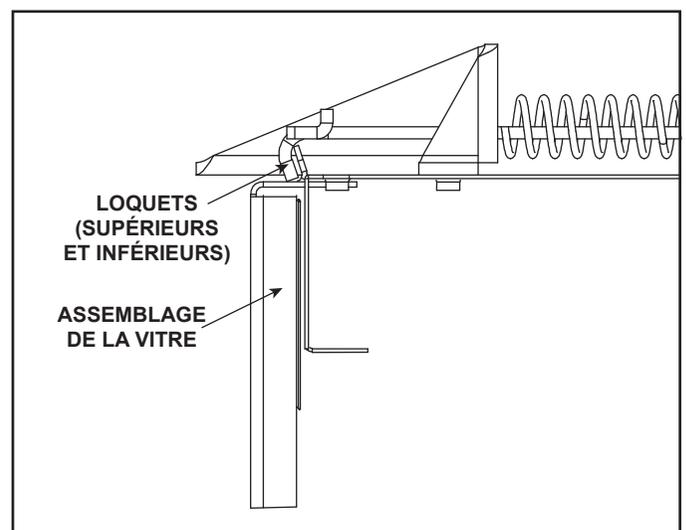

Figure 11.7 Panneau de verre fixe
- Sortez les quatre loquets de l'assemblage de la vitre fixe de son cadre. Enlevez l'assemblage de la vitre fixe de l'appareil. Voir la figure 11.7.